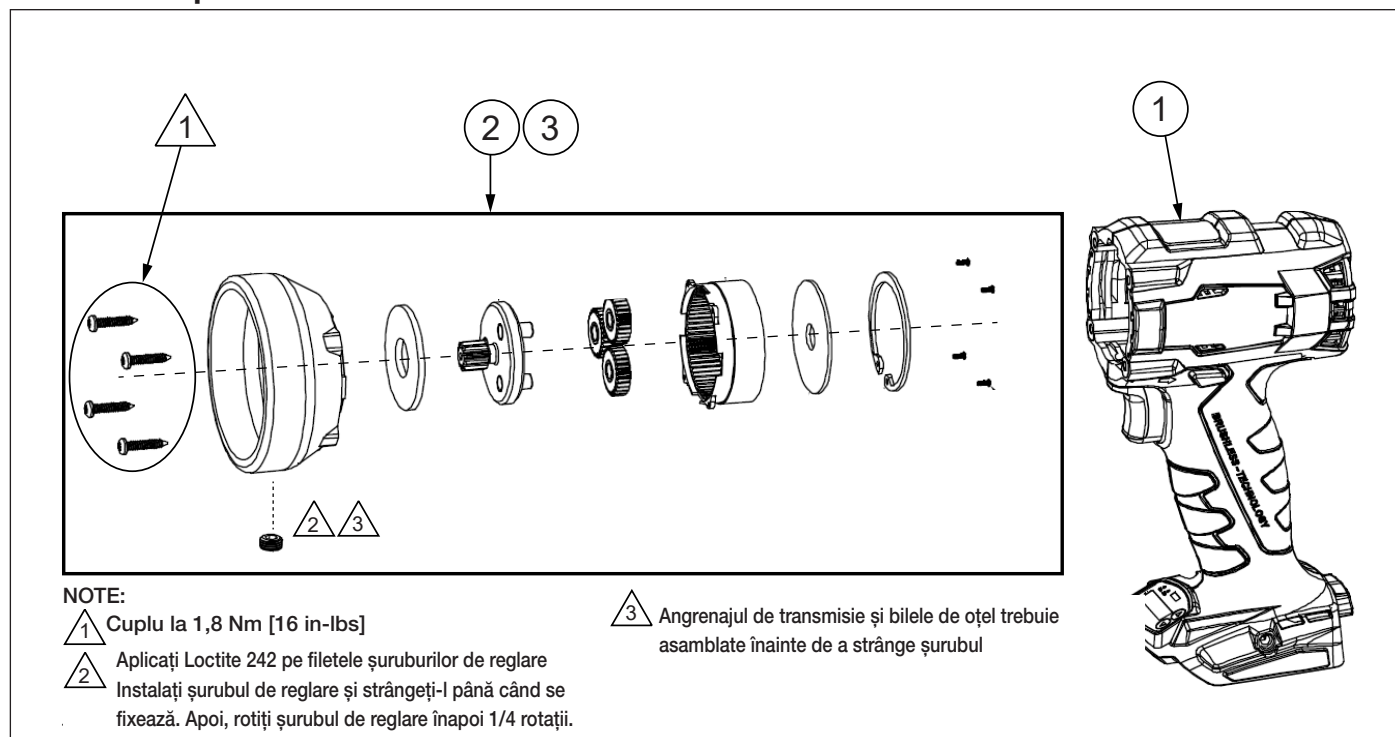

Figura 6: Kit adaptor mâner
9.1.1 Tabel cu piese (Figura 6)